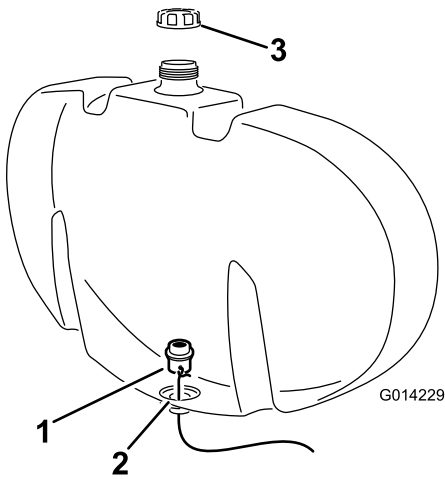

图 7
- E. 用金属丝将隔板接头引至水箱图 7 底孔。
- F. 将隔板接头放入相应的位置确保空隙垫片紧靠冲洗水箱图 7 的内壁。